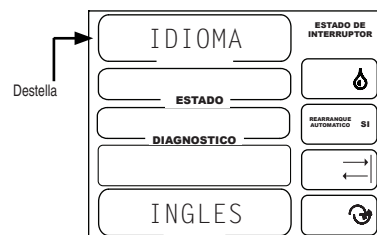

Figura 50-3
El panel Select2 puede mostrar pantallas en los siguientes idiomas: INGLÉS, ESPAÑOL, FRANCAIS, ITALIANO o PORTUGUE. Vea la Figura 50-3.
1. IDIOMA estar destellando. Vea la Figura 50-3.